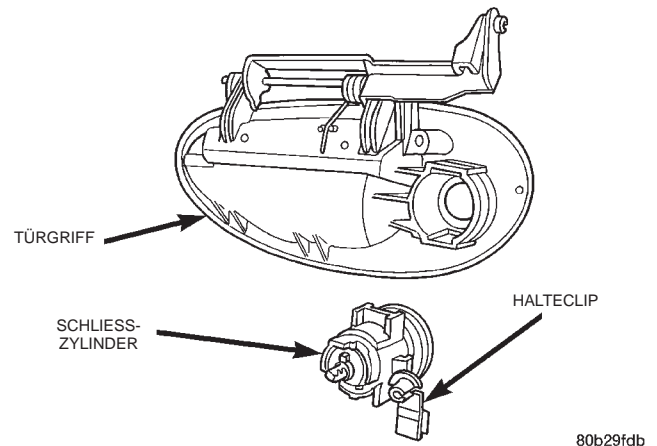

Abb. 23 Schließzylinder/Tür
- (1) Türverkleidung abbauen.
- (2) Wasserschutzfolie nach Bedarf abziehen.
- (3) Scheibe anheben.
- (4) Halteclip lösen, mit dem das Verbindungselement des Türschlosses am Schließzylinder befestigt ist.
- (5) Verbindungselement vom Schließzylinder lösen.
- (6) Halteclip lösen, mit dem der Schließzylinder am Türgriff befestigt ist.
- (7) Schließzylinder aus dem Türgriff herausziehen (Abb. 23).